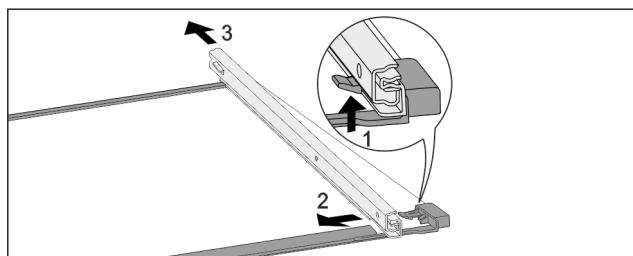

Fig. 158 Tablette en verre avec rails
- Pousser le crochet d'enclenchement avant vers le bas. Fig. 158 (1)
- Pousser le rail télescopique vers le côté Fig. 158 (2) et vers l'arrière Fig. 158 (3).